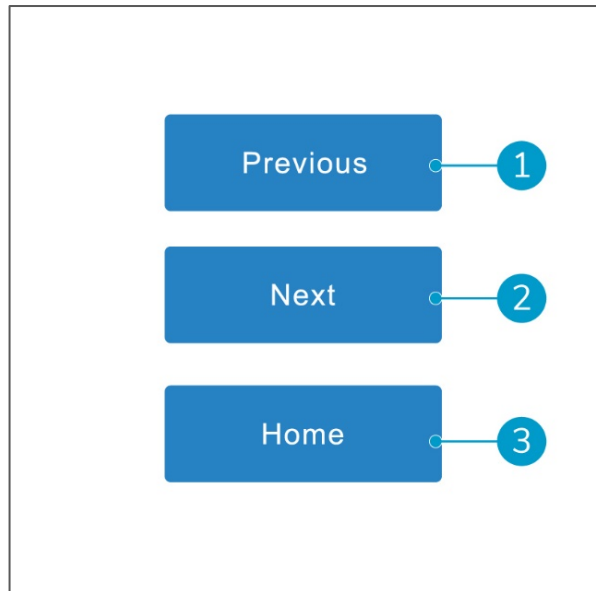

Figure 8
1. Avec le bouton Previous (Figure 8, position 1), vous pouvez passer au jour précédent. Jusqu'à 7 jours maximum.
2. Avec le bouton Next (Figure 8, position 2), vous pouvez passer au jour suivant.
3. Avec le bouton Home (Figure 8, position 3), vous pouvez accéder à l'écran principal.